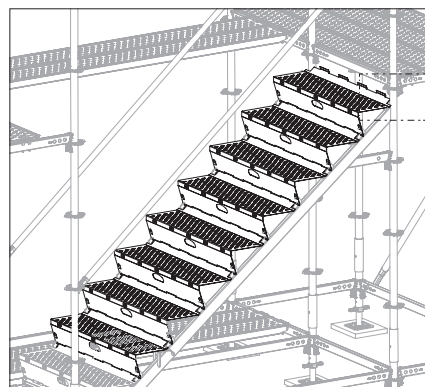
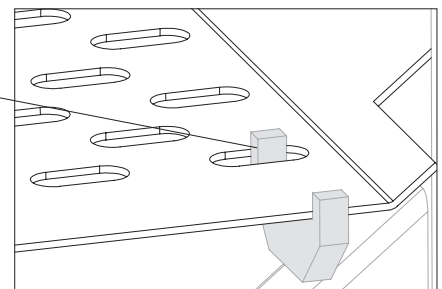

Fig. A2.10a
Fig. A2.10b
3. Ripetere la procedura fino all'ultimo gradino. Il sostegno più in alto ha una conformazione diversa. (Fig. A2.10a + Fig. A2.10b)